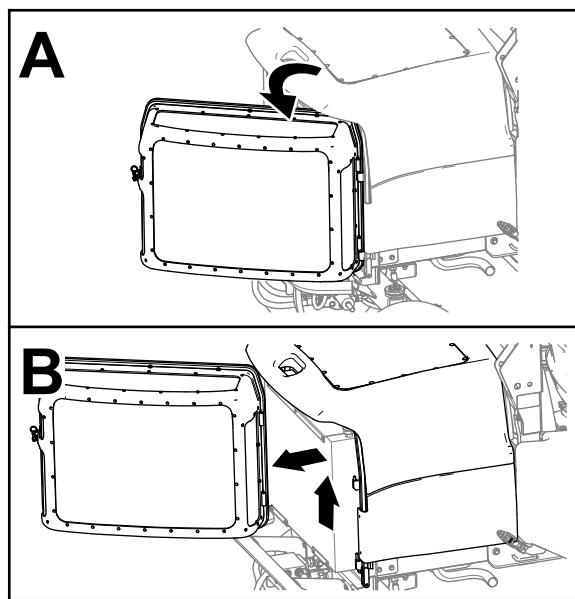

Figura 63
3. Desaperte o filtro do motor, abra-o e eleve-o da máquina (Figura 63).